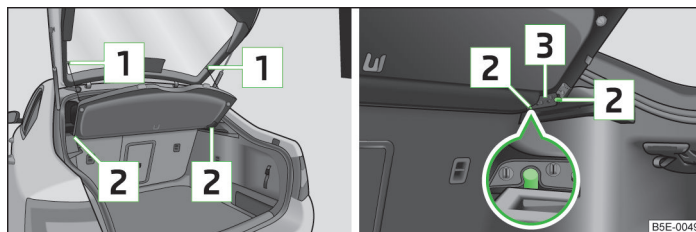

Fig. 57 Demontarea / montarea măștii de acoperire a portbagajului
- Desprindeți benzile de susținere  » fig. 57.
- Poziționați elementele de prindere ale capacului  » fig. 57 peste elementele de susținere  pe capitonajul lateral.
- Elementele de prindere ale capacului [3] » fig. 57 trebuie să fie fixate în elementele de susținere ale capitonajului lateral [2].